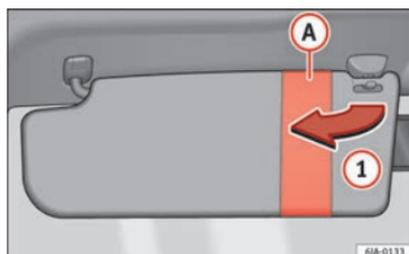
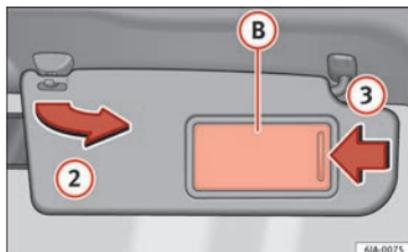

Fig. 137 Pare-soleil du conducteur.
Fig. 138 Pare-soleil du passager avant.
Vous pouvez retirer les pare-soleil côté conducteur et passager de leur fixation au centre du véhicule pour les faire pivoter vers les portes dans le sens de la flèche ① » fig. 137 et ② » fig. 138 respectivement.
Le pare-soleil passager est équipé d'un miroir de courtoisie B avec un cache. Le cache s'ouvre en le faisant glisser dans le sens de la flèche ③ » fig. 138.